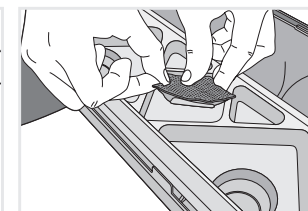

Fig. 3
- Enlever la pellicule de papier sur le filtre au charbon pour révéler la bande adhésive. Fixer le côté adhésif du filtre sur la partie en forme de losange située au centre du couvercle du bac de récupération (Fig. 3). Fermer le couvercle du socle du bac de récupération.